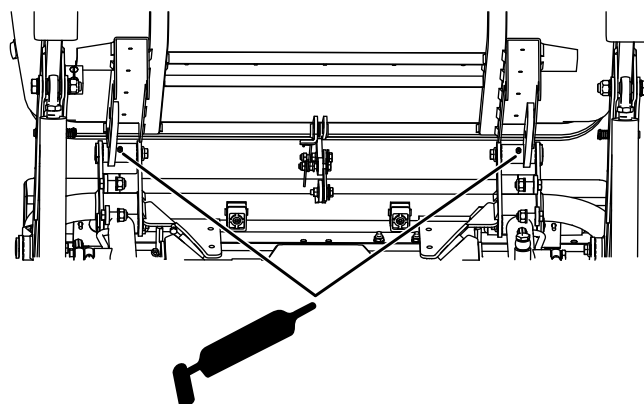

Figura 50
- Pivoi buncăr, sub acesta (Figura 50)